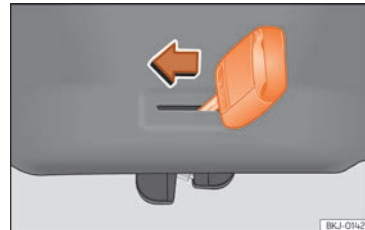

Abb. 100 Detail Gepäckraum: Notentriegelung.
- Führen Sie den Schlüsselbart in den Schlitz ein und drehen Sie den Schlüssel in Pfeilrichtung, bis sich das Schloss öffnet »» **Abb. 100**.